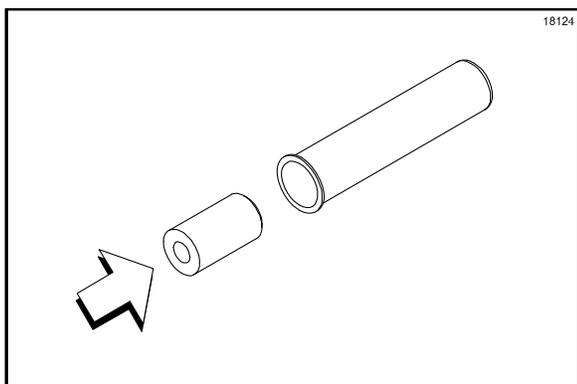

图 89
4. 确定插件端部的位置，使小孔和斜边先进入柱塞管，从而将柱塞插件安装到柱塞管上。（见图 89。）